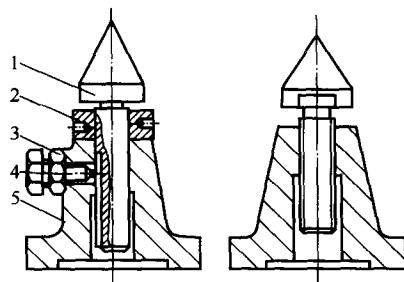

图 2-20 千斤顶
(5) 千斤顶 千斤顶(图 2-20)是用来支承毛坯和不规则工件进行划线的工具，它可以方便地调整工件各处的高度。